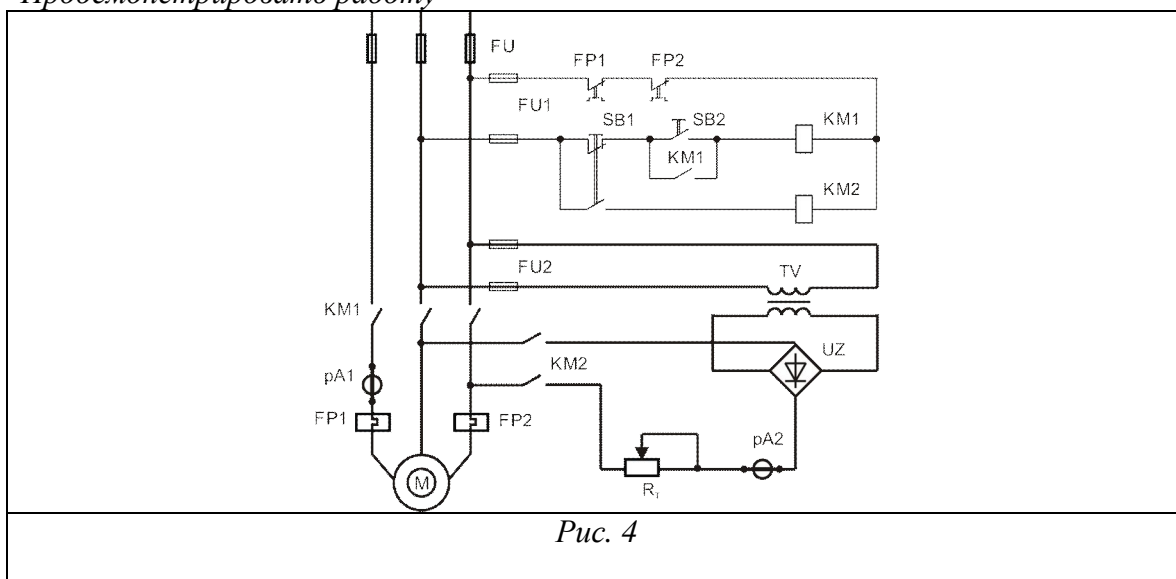

Рис. 4
4. Определить состав схемы (рис. 4), найти элементы схемы на щите. Составить таблицу замыканий контроллера. Собрать схему управления, проверить работу. Собрать силовую схему, проверить работу двигателя в процессе пуска. Провести регулировку тормозного реостата для получения заданного времени торможения. Продемонстрировать работу